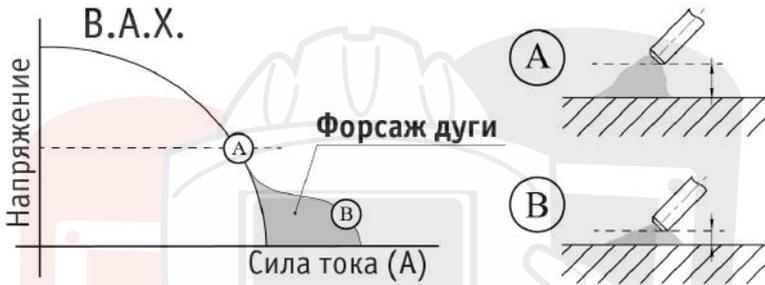

Рис. 6.1.5. Arc Force.
Arc Force.	Рекомендуется применять при сварке покрытыми электродами на малых токах (см. рис. 6.1.5).
Arc Force.	Arc Force рекомендуется применять при сварке покрытыми электродами на малых токах. В процессе сварки происходит автоматическая регулировка силы сварочного тока, что уменьшает склонность к залипанию покрытого электрода к свариваемой детали (см. рис. 6.1.5).
**Arc Force:** рекомендуется применять при сварке покрытыми электродами на малых токах. В процессе сварки происходит автоматическая регулировка силы сварочного тока, что уменьшает склонность к залипанию покрытого электрода к свариваемой детали (см. рис. 6.1.5).